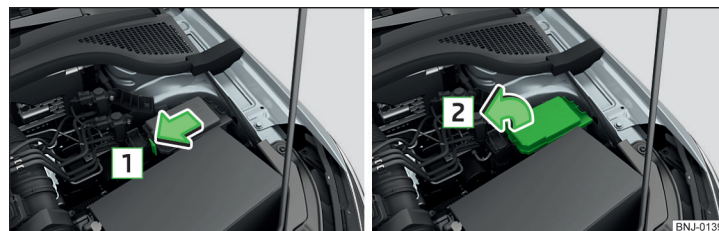

Fig. 283 Rimuovere il coperchio
- Premere il tasto di blocco del coperchio in direzione della freccia e rimuovere il coperchio in direzione della freccia » fig. 283.